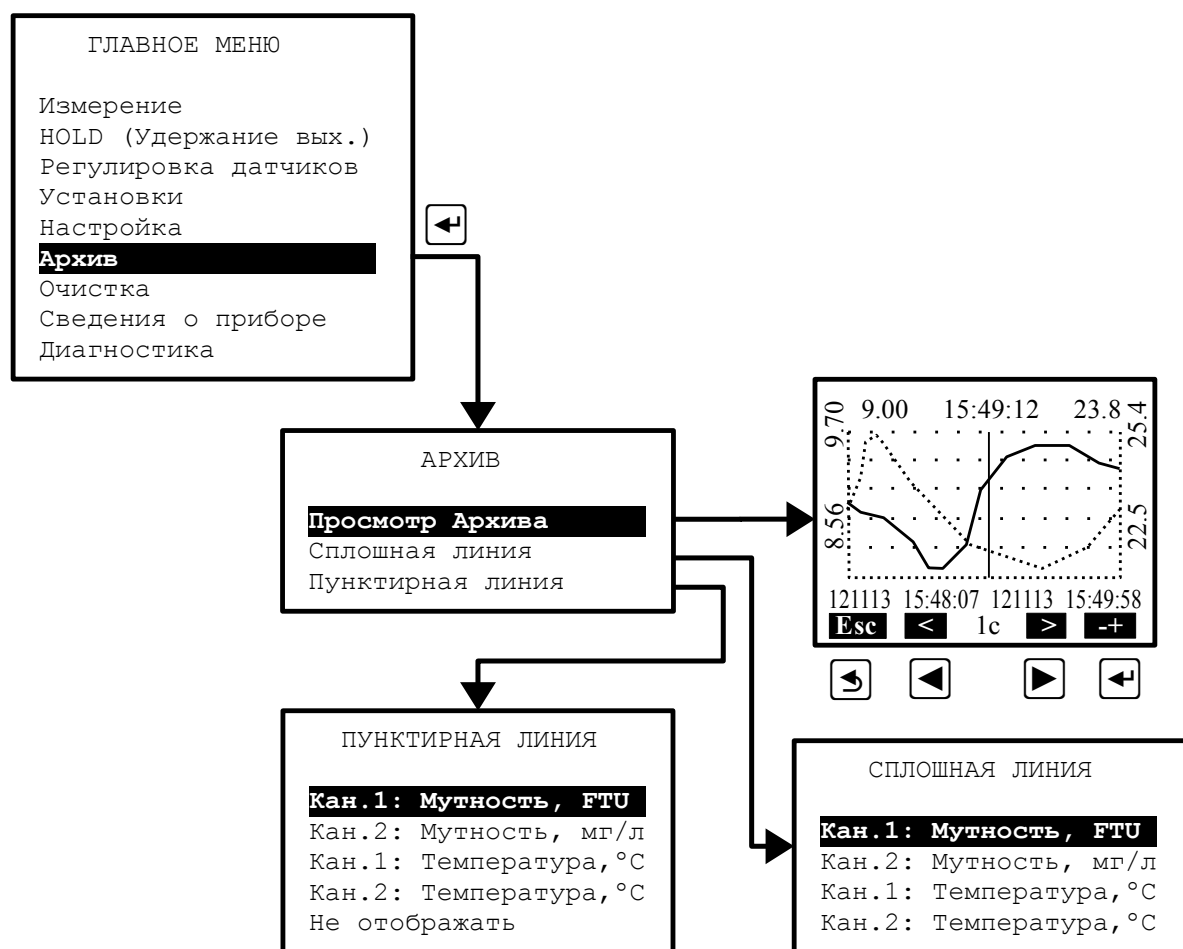

Рисунок 19 - Структура меню «Архив»
10.3.9.3 Архивные данные (кроме расхода) можно посмотреть на дисплее контроллера (Рисунок 19, Рисунок 20).